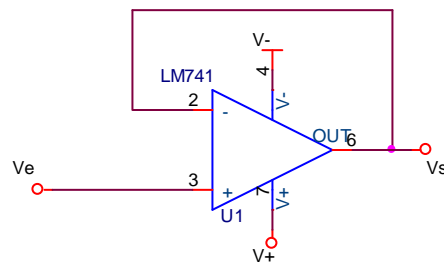

Figura 2
- 3) Arme el circuito de la figura 2. Conecte en la terminal V_e el generador de funciones con una señal senoidal de $1V_{pp}$ y una frecuencia de $1kHz$.